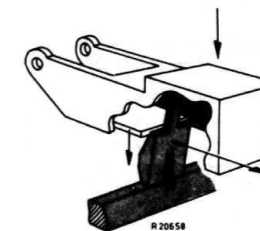

Fig. 17
- De bedieningstoetsen worden gearrêteerd door vergrendelbeugel 62, die gemonteerd is onder de toetsen, fig. 17. Als de opname-, weergave-, opspoel- of terugspoeltoets ingedrukt wordt, haakt de nok op de vergrendelbeugel 62 achter het metalen frame van de bedieningstoets.